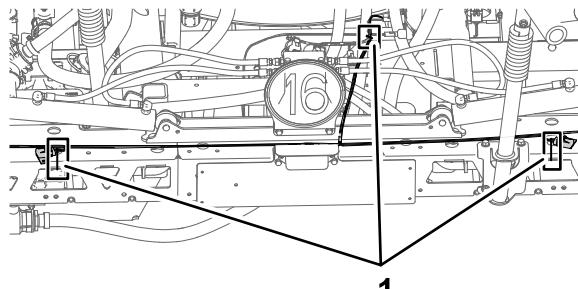

Figura 60
6. Fissate il cavo del cablaggio preassemblato, la diramazione di 89 cm del cablaggio preassemblato, la diramazione di 71 cm (28") del cablaggio preassemblato con 3 fascette per cavi, come illustrato nella Figura 60.